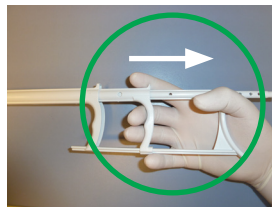

Figur 4 – Løsthængende del i stent-systemet
- Før stenten indsættes, skal den løsthængende del fjernes (se det markerede område på Figur 4) fra stent-systemet uden på patienten.
- d) Fjern den løsthængende del (Se det markerede område på Figur 4) fra den del af stent-systemet, der er uden for patienten.